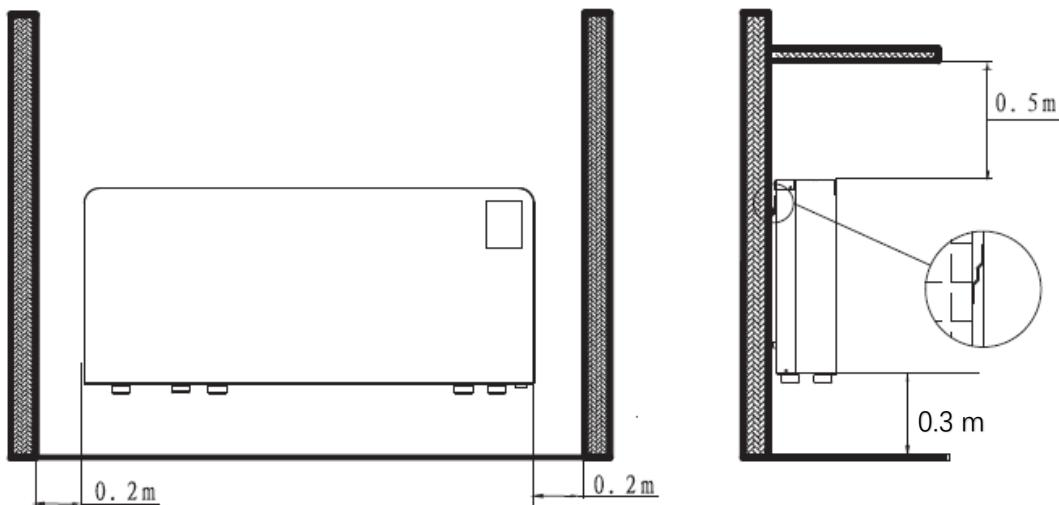

Fig.5
**4.3.2 ■ ■** La figure 5 indique les distances minimales de montage entre le déshumidificateur de piscine mural et les meubles de la pièce.
**■ ■** The Figure 5 shows the minimum mounting distances between the wall-mounted pool dehumidifier and the furniture in the room.
Abbildung 5 zeigt die Mindestabstände für die Montage zwischen dem wandmontierten Schwimmbadentfeuchter und den Möbeln im Raum.